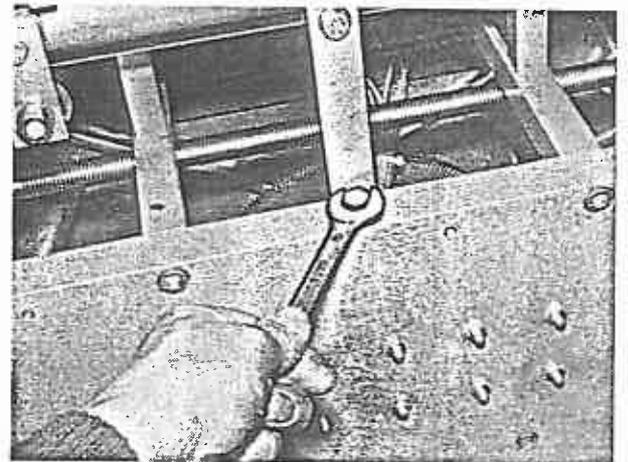

Bild 76
11. Befestigungsschrauben der Haltewinkel für Transporteinrichtung heraus-schrauben (Bild 76), Transporteinrichtung vollständig abheben.